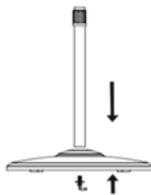

Рис. 2
5. Присоедините нижнюю часть опоры (18) к основанию (17) и затяните специальным 7-образным болтом. Рис. 2.